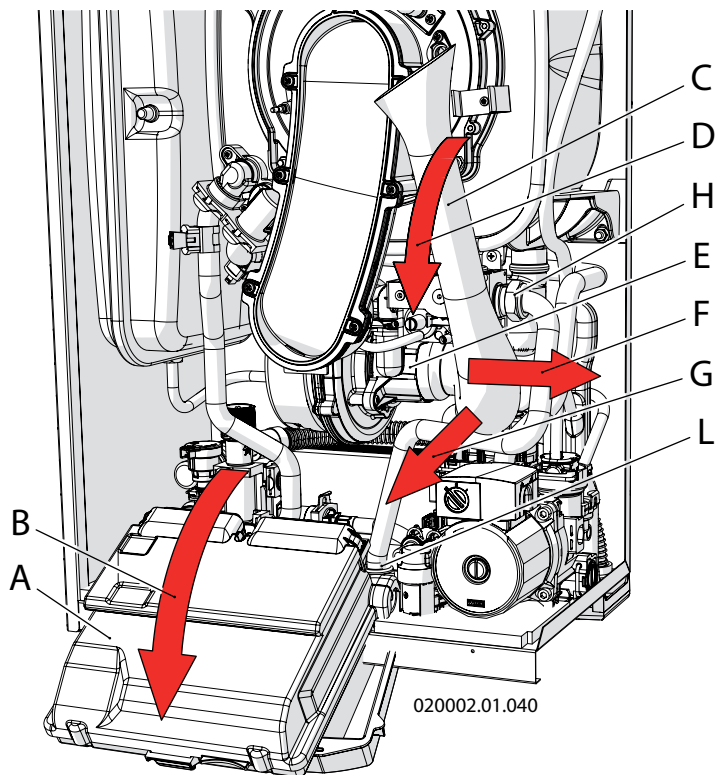

Figura 6-2 - Smontaggio collettore aria
- 13 - Togliere il collettore aria avendo cura di ruotarlo esternamente, quindi sfilarlo dall'imbocco del ventilatore (vedi figura 6-2, particolare "C");
- 15 - Smontare il tubo di ingresso del gas tramite i due raccordi (vedi Figura 6-2, particolari "H" e "L")
- 20 - Rimontare il tubo di alimentazione gas tramite i due raccordi (vedi Figura 6-2, particolari "H" e "L");
- 21 - Rimontare il collettore aria (vedi Figura 6-2, particolare "C");